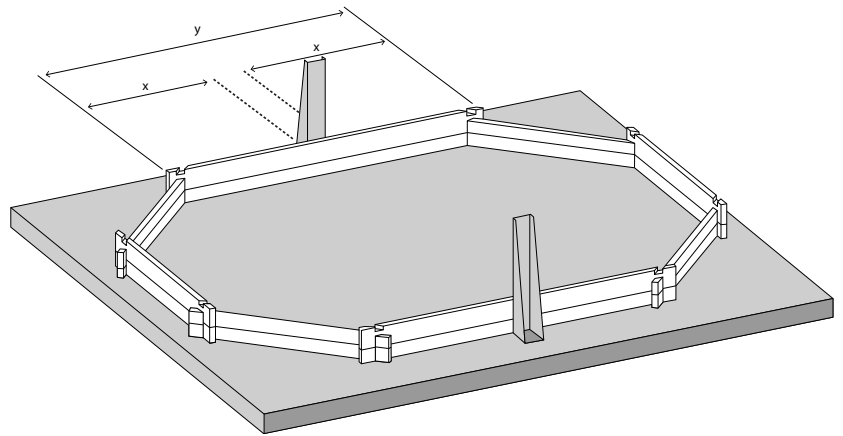

Fig. 3 / Abb. 3 / Afb. 3
- EN** **LAYOUT OF THE COLUMNS:** •Position the columns as shown by figure (figure 3). Tighten the columns well around the entire layer of boards. •Vertically drill the layer using a drill with a  $\varnothing$  10mm bit for concrete, and using the column as a guide. The depth of the hole should be at least 100mm to guarantee good fixing. •Place the fixing bolts (with washers and nuts) into the holes and fix them with the help of a hammer. **COMPLETELY hammer in the fixing bolts (only the head should be visible).** •Tighten crosswise the 4 nuts.
- FR** **POSITIONNEMENT DES SABOTS :** •Placez les sabots comme indiqué sur la figure (figure 3). Plaquez bien les sabots le long des rangées de madriers. • Percez bien verticalement la chape à l'aide d'un perforateur équipé d'un foret béton  $\varnothing$  10 mm, en utilisant le sabot comme gabarit. La profondeur du perçage doit être au minimum de 100 mm pour garantir une bonne fixation. •Placez les gougeons d'ancrage (avec rondelles et écrous) dans les trous et frappez-les à l'aide d'un marteau. Enfoncez **ENTIEREMENT** les gougeons d'ancrage (seule la tête doit rester visible). •Serrez fermement en croix les 4 écrous.
- DE** **ANORDNUNG DER ANSCHLAGWINKEL:** •Platzieren Sie die Anschlagwinkel, wie Abb (Abb. 3). Furnieren Sie die Anschlagwinkel gut entlang der Bretterreihen. • Durchbohren Sie die Schicht vertikal mit Hilfe einer Bohrmaschine und einem Betonbohrer mit 10 mm  $\varnothing$ , wobei der Anschlagwinkel als Muster dient. Die Tiefe der Bohrung muss mindestens 100 mm betragen, um eine gute Befestigung zu garantieren. • Platzieren Sie die Befestigungsstifte (mit Unterlegscheiben und Schrauben) in den Öffnungen und schlagen Sie mit einem Hammer darauf. **Hämmern Sie die Befestigungsstifte GANZ ein (nur der Kopf darf noch sichtbar sein).** • Ziehen Sie die 4 Schrauben kreuzweise fest.
**NL PLAATSING VAN DE METALEN STEUNBALKEN:** •Plaats de metalen steunbalken zoals te zien is op afbeelding (afbeelding 3). Schroef de metalen steunbalken stevig vast tegen de plankenrijen. •Boor perfect vertikaal gaten in de betonplaat met behulp van een boormachine voorzien van een boor voor beton van  $\varnothing 10\text{ mm}$ , gebruik de metalen steunbalk als patroon. De diepte van het boorgat moet tenminste 100 mm bedragen om een goede fixatie te garanderen. • Plaats de ankerbouten (met ringen en moeren) in de gaten en sla ze vast met behulp van een hamer. **De ankerbouten VOLLEDIG vastdraaien**(alleen de kop mag te zien zijn). • Draai de 4 moeren kruiselings stevig vast.